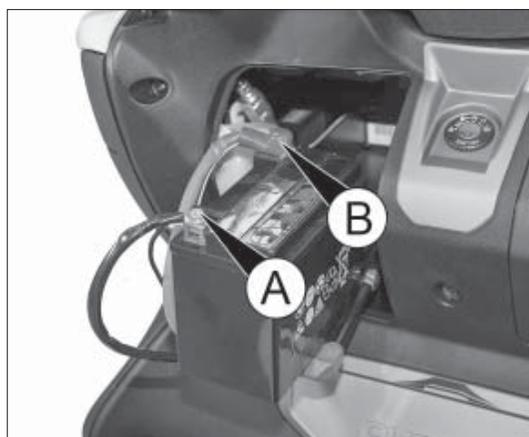

fig. 10
- détachez la borne A fig. 10 (négatif) de la batterie et ensuite la borne B (positif). Pour remonter la batterie, effectuez la procédure en sens inverse, en veillant à fixer d'abord la borne B fig. 10 (positif) et puis la borne négative A fig. 10.